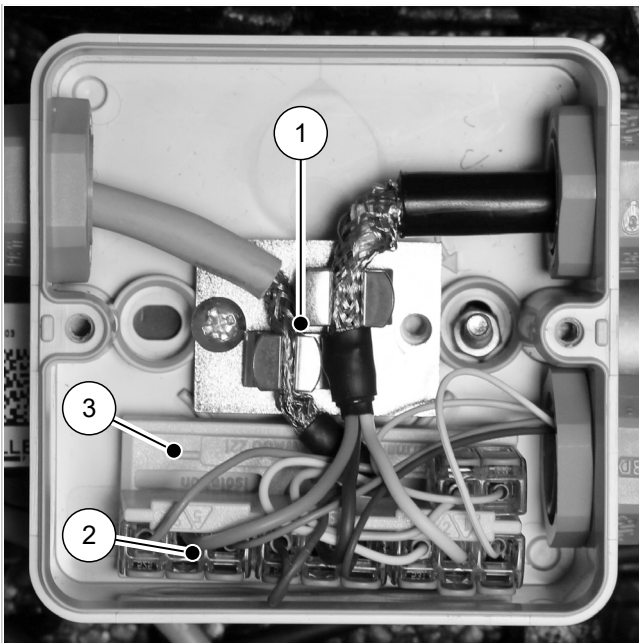

Abb. 10: Modbus-Anschlussbox
7. Wenn kein Aufkleber vorhanden ist, die Adern entsprechend folgender Farbcodierung auf die Klemmen auflegen (vgl. → Abb. 10):